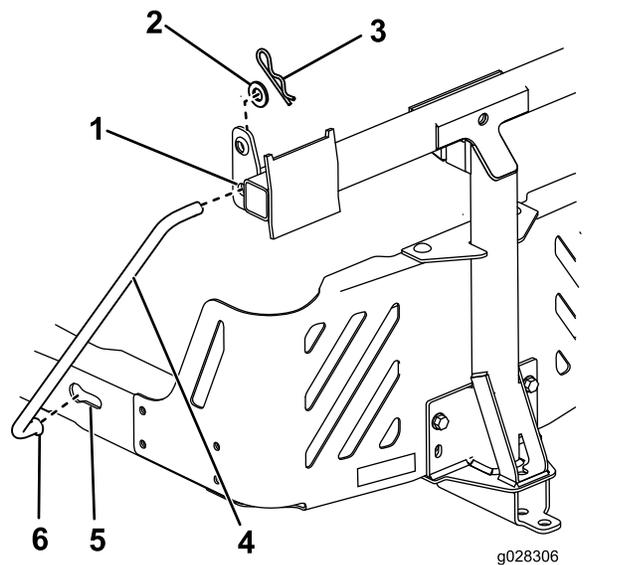

Figure 14
5. Insérez l'extrémité évasée et coudée d'une tige dans le trou à détrompeur sur le côté gauche du cadre de la machine, et déplacez la tige vers l'arrière pour l'enclencher dans le cadre (Figure 14).
6. Insérez l'extrémité coudée de chaque tige dans le support de fixation de l'accessoire, comme montré à la Figure 14, et fixez-la avec une rondelle et une goupille fendue.